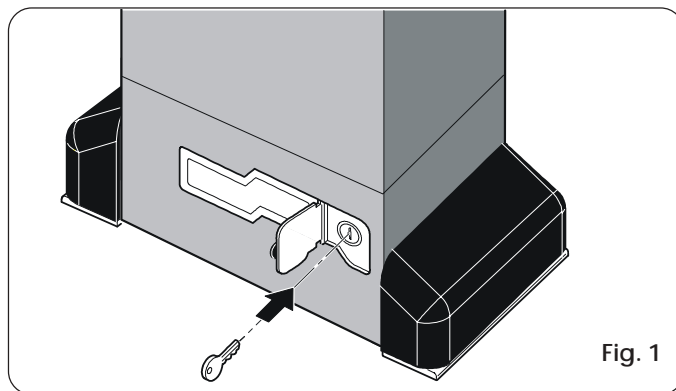

Fig. 1
- 1) Aprire lo sportellino di protezione ed inserire l'apposita chiave in dotazione nella serratura (Fig.1).